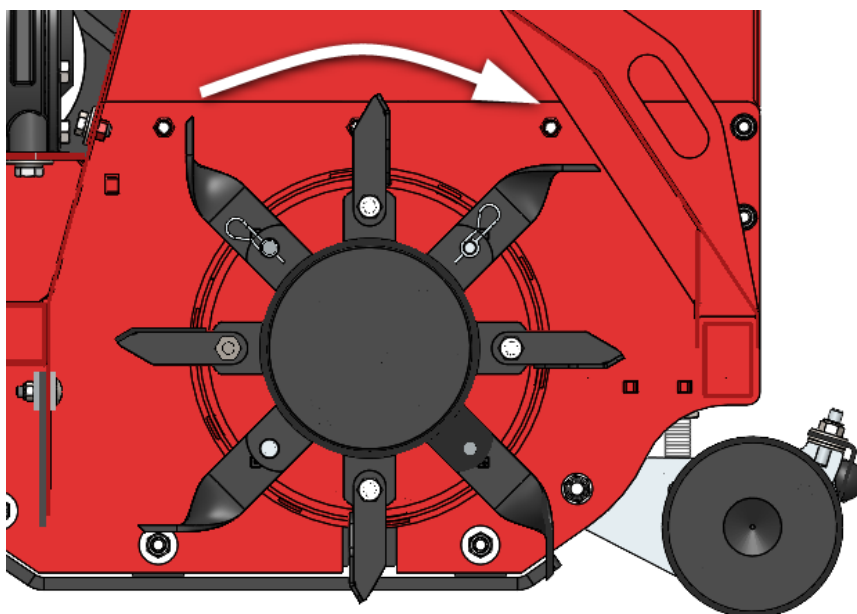

Fig. 12
-  En máquinas con cuchillas de martillo, tenga en cuenta el sentido de giro específico de las cuchillas (Fig. 12).